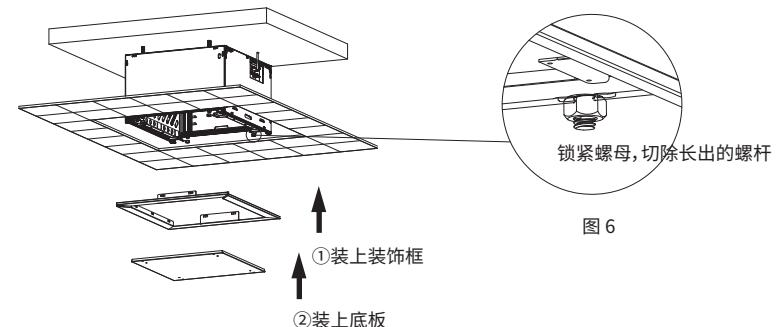

图 6
4.将升降架装平后,将长出的螺杆用角磨机切平(切到螺母比多5mm,长度不能高于升降架底框架方管),如图6然后转上装饰框和底板。